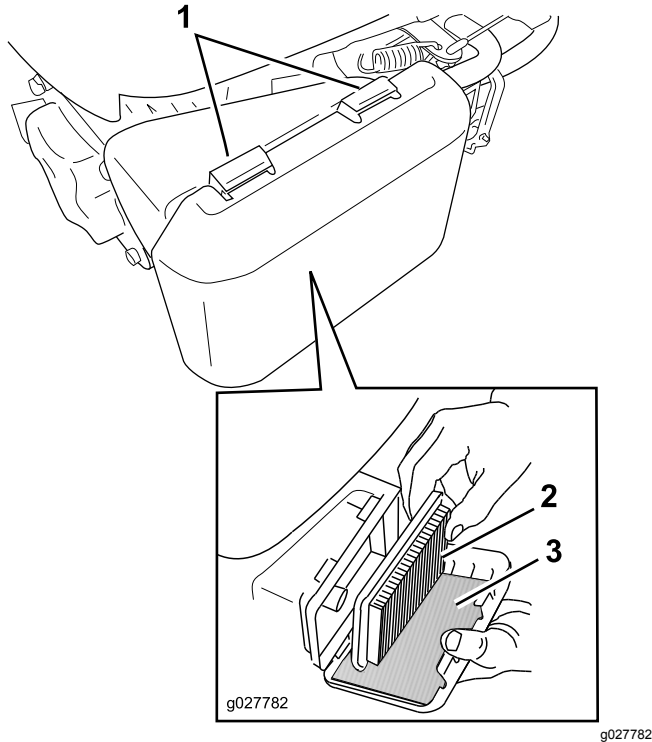

Figura 31
1. Presione hacia abajo los cierres de la parte superior de la tapa del filtro de aire (Figura 31).
3. Retire el filtro de aire de papel y el pre-filtro de gomaespuma (Figura 31).